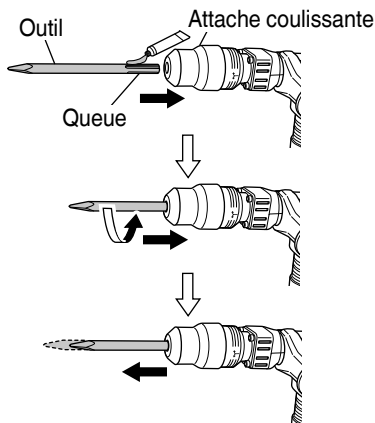

Fig. 7
- (1) Nettoyer, puis graisser la queue de l'outil avec de la graisse ou de l'huile mécanique.
(2) Pour fixer l'outil (tige SDS max), l'insérer dans l'orifice jusqu'à ce qu'il touche l'extrémité intérieure de l'orifice comme indiqué sur la Fig. 7.
Comme indiqué sur la Fig. 7, tirer sur la poignée et sortir l'outil.